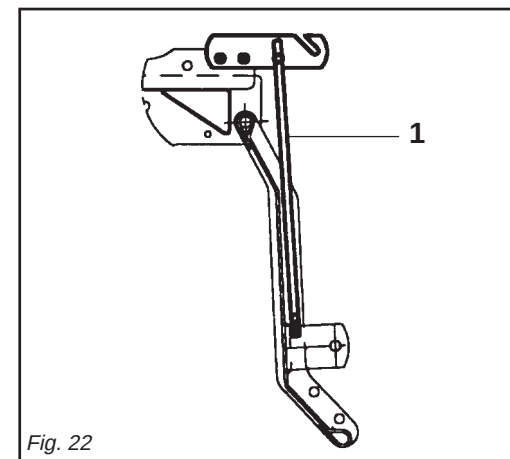

Fig. 22
- 4- Per mod. UL: L'asta (1 Fig. 22), va posizionata come in figura per il parcheggio della macchina.
- 4- For model UL: the rod (1 Fig. 22) should be positioned as shown in the figure when parking the machine.
- 4- Für Mod. UL: Die Stange (1 Abb. 22) ist so anzuordnen, wie in der Abbildung für das Abstellen der Maschine gezeigt ist.
- 4- Pour mod. UL: Pour stationner la machine la barre (1 Fig. 22) doit être positionnée comme indiqué dans la figure.
- 4- Para mod. UL: La barra (1 Fig. 22) debe ser posicionada como se ve en la figura para el estacionamiento de la máquina.